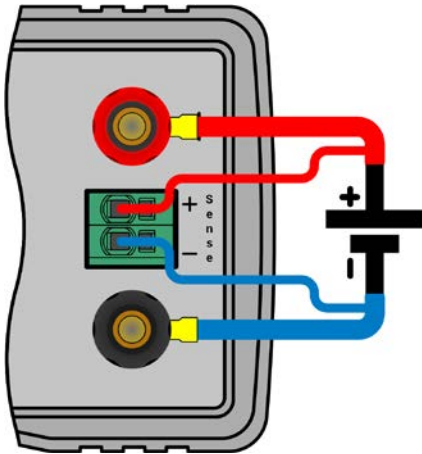

Bild 6 - Prinzip der Fernföhlungsverdrahtung
- Die Fernföhlung ist nur im Konstantspannungsbetrieb (CV) wirksam und der Fernföhlungsanschluß sollte möglichst nur solange angeschlossen bleiben, wie CV benutzt wird, weil die Schwingneigung des Systems durch Verbinden der Fernföhlung generell erhöht wird.
- (+) Sense darf nur am (+) der Quelle und (-) Sense nur am (-) der Quelle angeschlossen werden. Ansonsten könnte die elektronische Last beschädigt werden. Siehe auch *Bild 6*.